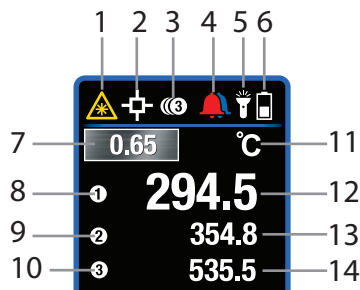

Рис. 4-4. Индикация на главном дисплее (TG54)
Примечание: Некоторые символы не представлены на Рис. 4-4 и 4-5. Однако, описание отсутствующих символов можно найти в Разделе 4.5 "Описание символов дисплея", а также, при необходимости, в других разделах настоящего Руководства.
- В режиме отображения трех измерений на экран выводятся значения трех последних измерений. См. Рис. 4-4.